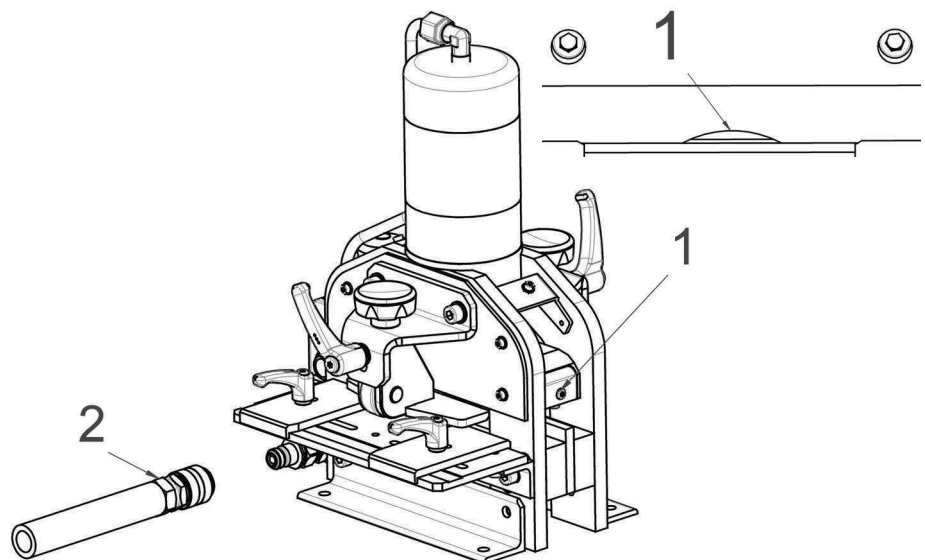

Abb. 10: Messer in unterer Position
- Hydraulikpumpe aktivieren und Messer soweit nach unten fahren lassen, bis nur noch eine kleine Wölbung (Abb. 10, 1) zwischen Messer und Gegenschneide zu sehen ist.
- Hydraulikpumpe ausschalten und sofort die Hydraulikkupplung (Abb. 10, 2) am Schneidgerät abziehen, sodass der Messerbalken in der unteren Position stehen bleibt.